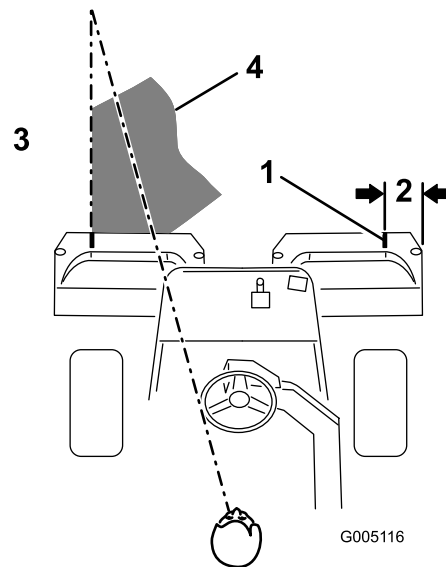

Figure 31
**Remarque:** Pour vous aider à traverser le vert en ligne droite et à maintenir la machine à égale distance du bord de la passe précédente, imaginez une ligne de vision approximativement 1,8 à 3 m devant la machine jusqu'au bord de la partie non tondu du vert (Figure 31). Faites passer la ligne de vision par le bord extérieur du volant, c.-à-d. maintenez le bord du volant aligné sur un point se trouvant toujours à la même distance par rapport à l'avant de la machine.